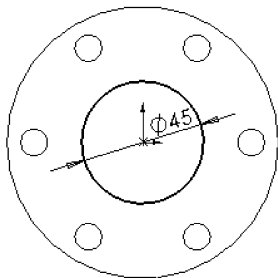

图 6-37 标注尺寸 2
10) 标注尺寸。单击“草图”控制面板中的（智能尺寸）按钮，标注步骤 9) 中绘制圆的直径，如图 6-37 所示。